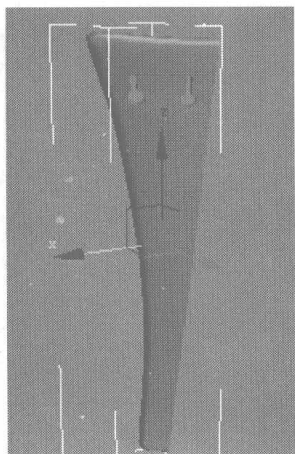
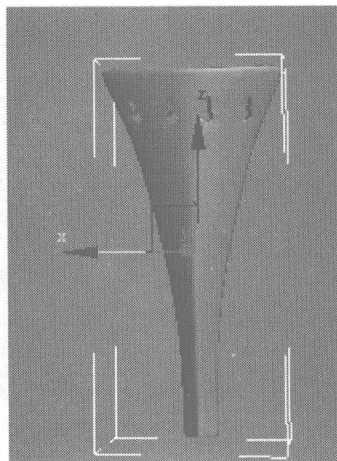
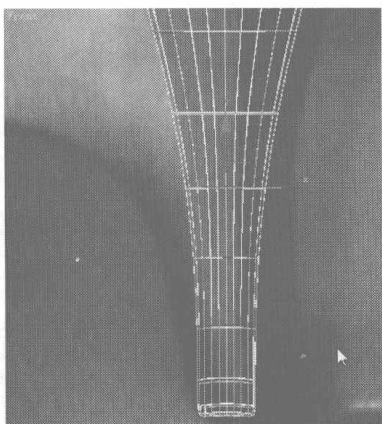
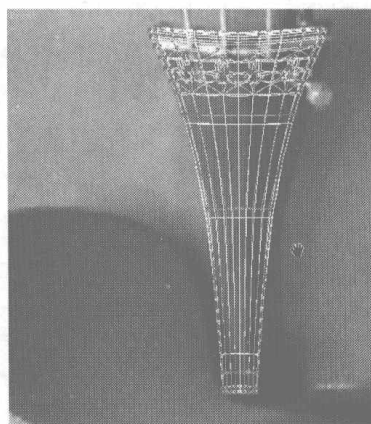

图 5.434
图 5.435
图 5.436
图 5.437
- 13** 选择如图 5.434 所示模型，在  修改面板的下拉菜单中选择 **Symmetry** 选项，结果如图 5.435 所示。选择如图 5.436 所示的曲线，按退格键将其删除，并删除其上的点，如图 5.437 所示。